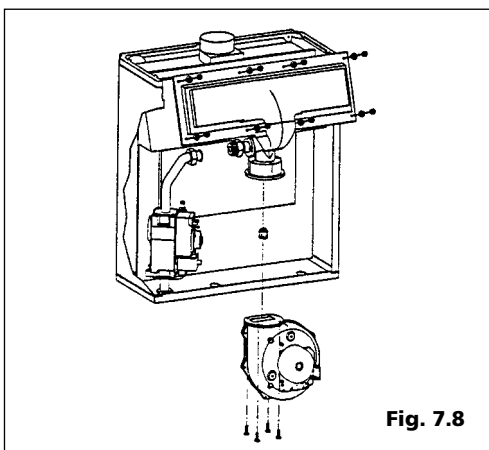

Fig. 7.8
### Procedura di trasformazione gas, taratura e regolazioni (Fig. 7.8)
- 2) Nella seconda condizione, ventilatore fissato con viti posteriori corte, procedere come segue (fig. 7.8): è necessario prima smontare il convogliatore aria-gas (8 viti con chiave a tubo da 10 mm) dal coperchio frontale della camera di combustione, smontare il ventilatore e procedere come nella prima condizione.